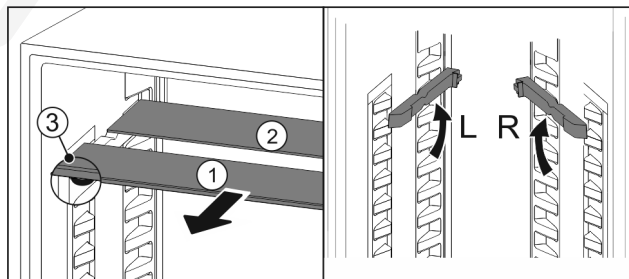

Fig. 76
- ▶ Húzza ki Fig. 76 (1) előre az üveglapokat egyesével.
- ▷ Az üveglap Fig. 76 (1) a díszléccel előre néz.
- ▷ Az ütközők Fig. 76 (3) lefelé mutatnak.